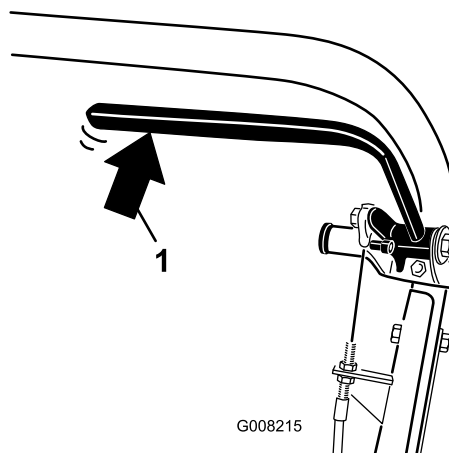

Figure 38
2. À l'aide d'un dynamomètre, appuyez vers l'arrière sur le levier du frein de service (Figure 38). Le frein de stationnement doit se desserrer lorsqu'une force de 13,5 à 18 kg est atteinte. Si le frein de stationnement se desserre avant d'atteindre une force de 13,5 à 18 kg, réglez le câble de frein.